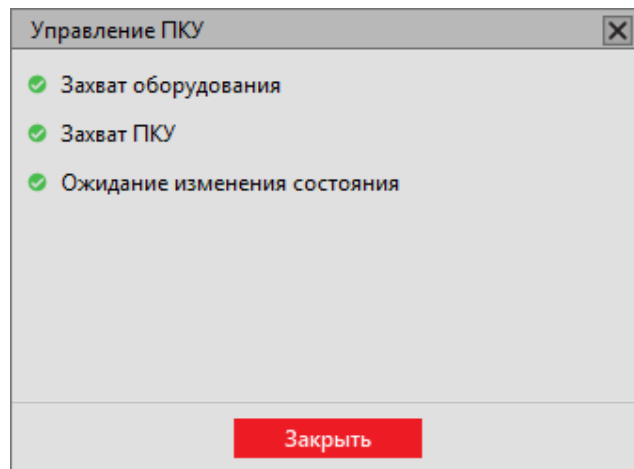

Рисунок 195 - Управление ПКУ
3. Дождитесь переключения и нажмите **Заккрыть** (Рисунок 195).